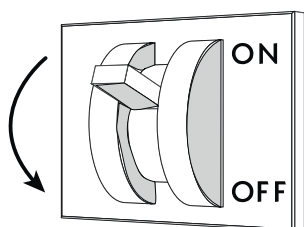

Fig. 58
- Desconectar la alimentación eléctrica del mueble mediante el interruptor seccionador general instalado en la pared ("Fig. 58").